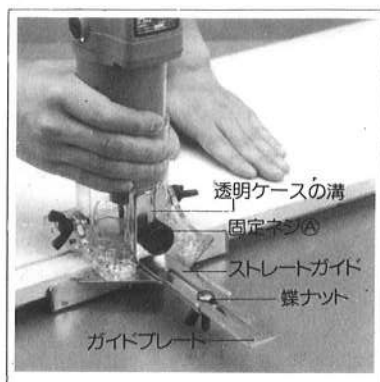

図13
- ガイドプレートを透明ケース溝に差し込み、固定ネジ④で取り付けてください。
- ストレートガイドの位置は、蝶ナットをゆるめて調整してください。(図13参照)